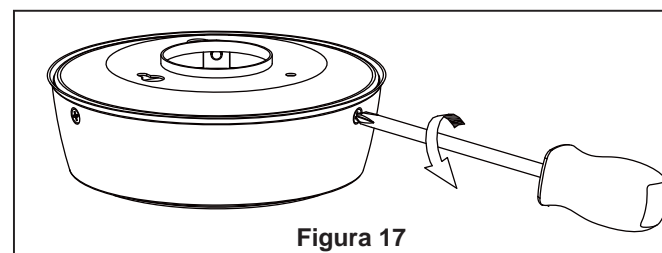

Figura 17
- ☐ 3. Desmonte la unidad redonda de la carcasa del interruptor extrayendo los tres tornillos. (Figura 17)